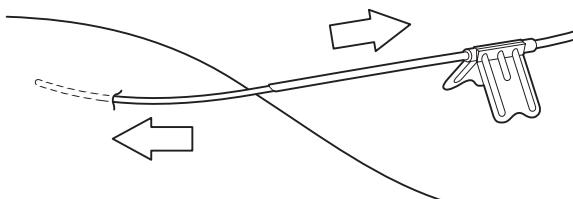

Figure 6
9. Pousser le cathéter en l'avant tout en tirant l'aiguille en arrière. Voir Figure 6. Fixer le cathéter en place avec du ruban adhésif une fois que l'aiguille est sortie de la peau.